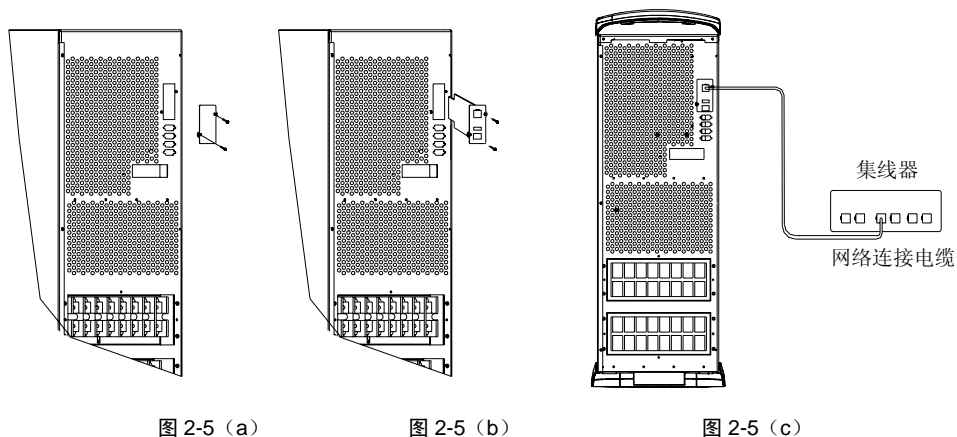

图 2-5 SNMP 卡的安装
- 1) 将 SNMP 卡插槽盖板螺钉拧下并取下盖板，如图 2-5 (a)，请妥善保管盖板，以备将来使用。
- 2) 将 SNMP 卡插入插槽，并以螺钉锁紧，如图 2-5 (b)。
- 3) 用网络连接线将 UPS 连接到计算机网络接口上，如图 2-5 (c)。